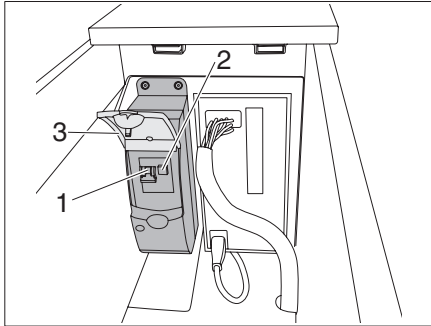

Bild 69 230 V-automatsäkring
► Öppna täckkåpa (Bild 69,3).
230 V-anslutningen säkras genom en tvåpolig automatsäkring (Bild 69,1).
▫ FI-brytaren (Bild 69,2) för 230 V ska lösas ut en gång om året för att mekanismen inte ska "klibba ihop" och utlösningstiden förlängas.